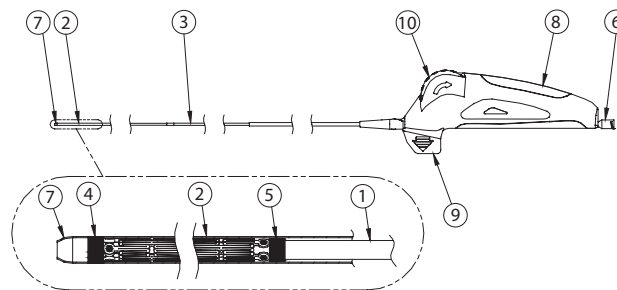

Figure 1. Système de pose Entrust
Comme le montre la **Figure 1**, le système de pose Entrust est composé d'un corps triaxial, comprenant une tige intérieure (1), une gaine extérieure rétractable en argent (2) et une gaine d'isolation dorée (3) qui facilitent son utilisation lors du déploiement. La poignée de déploiement ergonomique (8) est munie d'un verrou de sécurité amovible (9), d'une molette de déploiement (10) ainsi que d'un embout Luer (6).